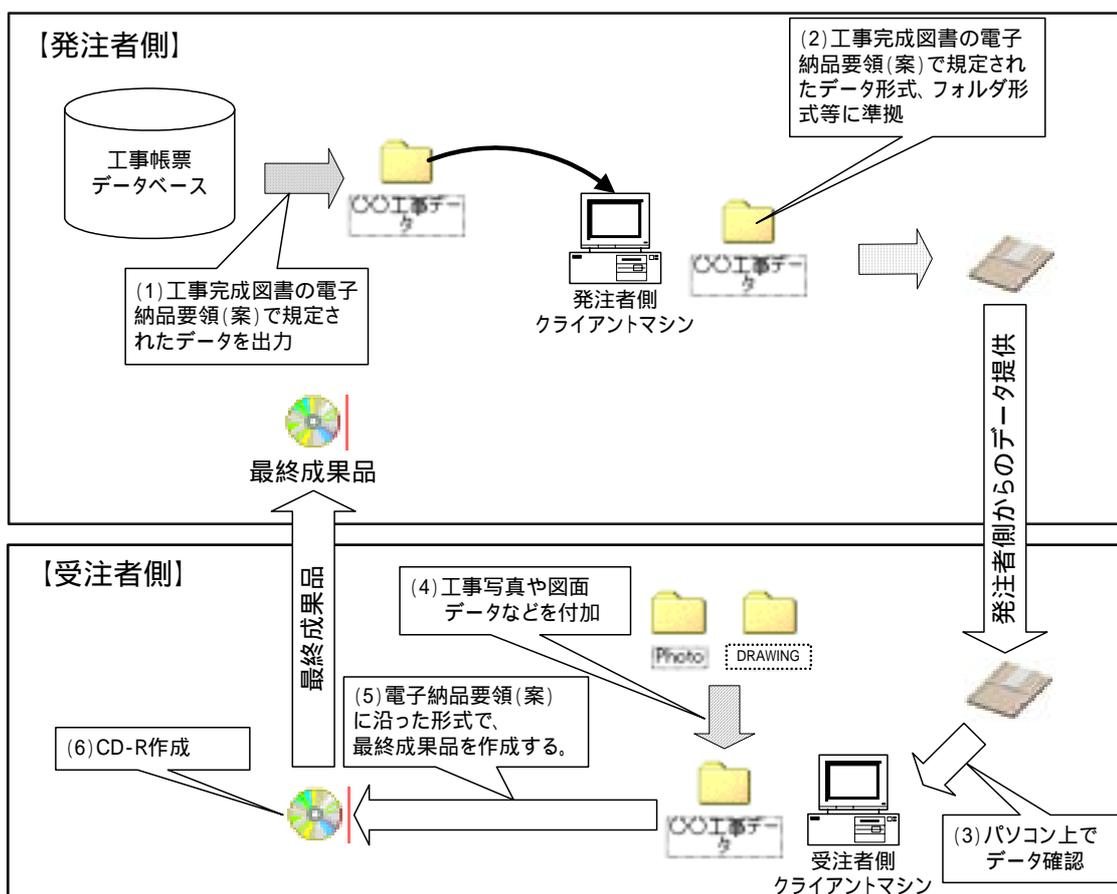

図 1 工事完成図書作成に係わる電子データの流れ
3) 「紙」による報告書は原稿1部及び製本1部とし、図面については原図1式を提出するものとする。なお、報告書製本の体裁は並製本筋付表紙のA4判とし、図面は縮小A3判折込を標準とする。
電子納品要領による納品と工事帳票管理システムの利用を同時に行う工事においては、平成 16 年度は以下のように行うものとする。(図 1 工事完成図書作成に係わる電子データの流れ参照)